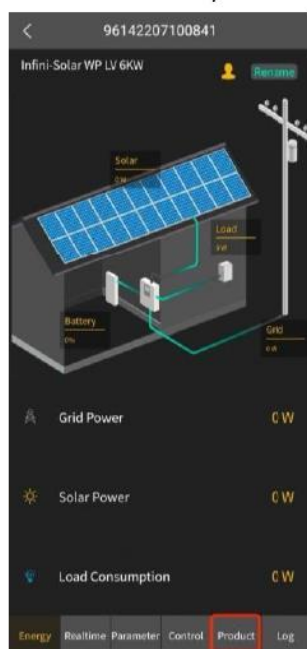

Figura 1
2. Haga clic en el botón "Product" marcado con un cuadrado rojo en la Figura 1 para ingresar a la pantalla del Producto, como se muestra en la Figura 2.